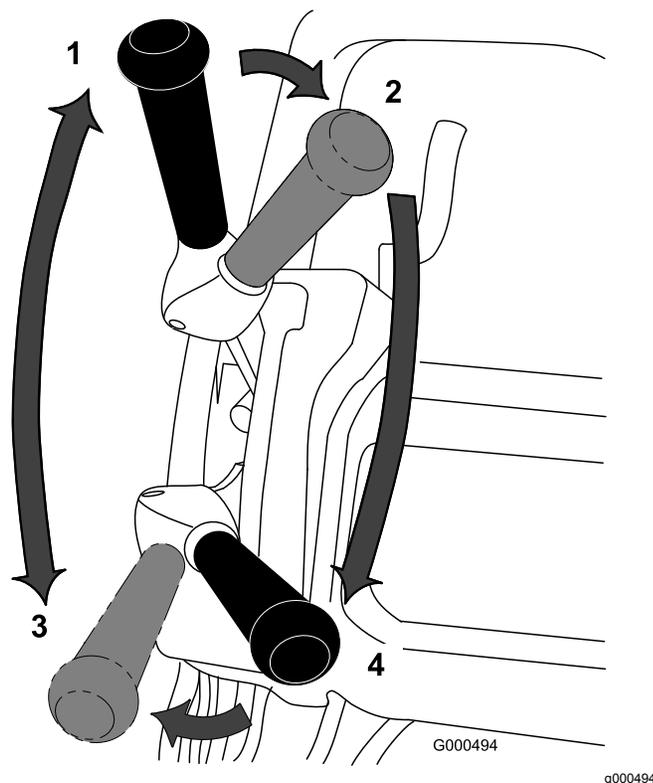

Figura 30
1. Ligue o motor, coloque o acelerador a uma velocidade reduzida, empurre a pega para levantar a unidade de corte, pressione o controlo de presença do operador, desloque a alavanca de tração para a posição ENGATAR e transporte a máquina até uma ponta do relvado (Figura 30).
2. Coloque a alavanca de tração na posição DESENGATADA e engate a transmissão do cilindro (Figura 30).
3. Desloque a alavanca de tração para a posição ENGATADA, aumente a velocidade até que a máquina se movimente à velocidade desejada, conduza a máquina para o relvado, desça a dianteira da máquina e comece a operação (Figura 30).